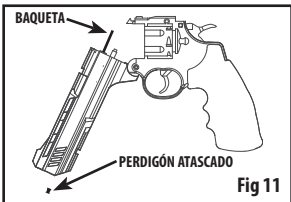

Fig 11
- Inserte el extremo estrecho de la varilla de limpieza (no incluida) en el cañón (Fig. 11).